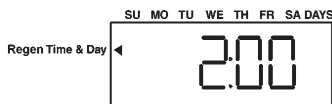

fig.13
- 2) Con los pulsadores **↓↑** elegir la hora deseada para la regeneración (fig. 13).